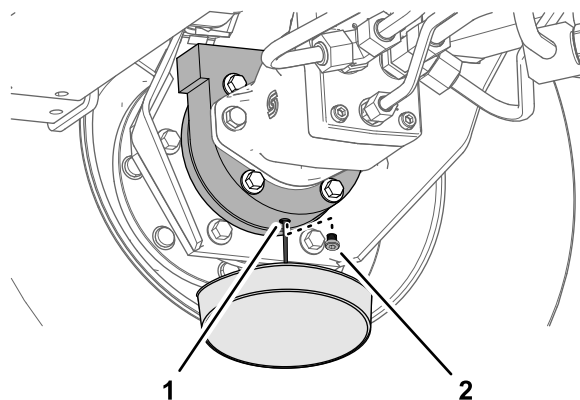

Figure 107
6. Placez un bac de vidange sous le carter de frein, enlevez le bouchon de vidange et vidangez toute l'huile (Figure 107).